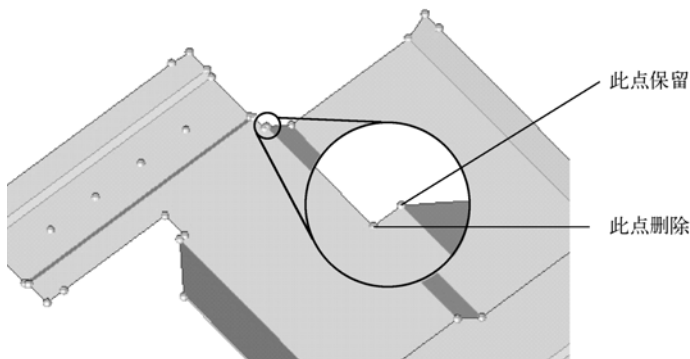

图 4-15 硬点位置 1
- (1) 通过以下任一种方式进入 point edit 面板。
- (2) 进入 replace 子面板。
- (3) 将选择框设置为 moved points。
- (4) 选择如图 4-15 所示的硬点。
(5) 删除点选中后，将激活 **Retain** 按钮，选择图 4-15 中所示保留点。
(6) 单击 **replace** 按钮将两个点合并到一起。